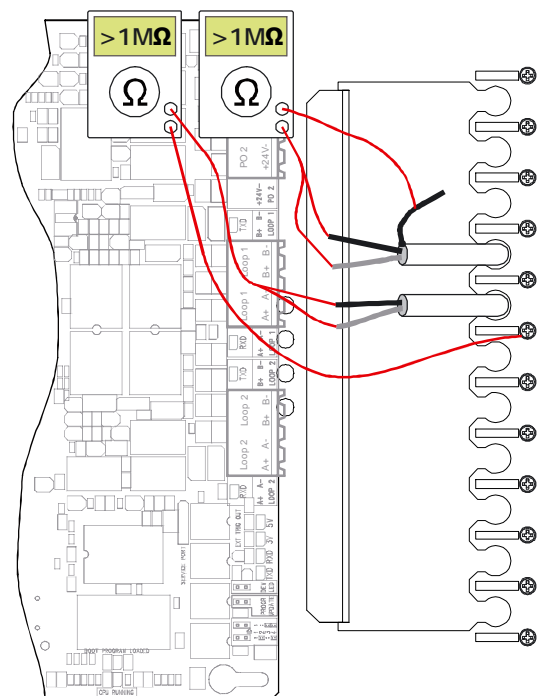

Рис.5
4. Измерьте для каждого кабеля: сопротивление между экраном кабеля и проводниками. Сопротивление должно превышать 1 МОм (Рис.5), если значение меньше, утечка на землю должна быть найдена и ликвидирована.
5. Если используемые кабели не экранированы, измеряется сопротивление между проводниками и корпусом пожарной панели. Оно также должно превышать 1 МОм (Рис.5).